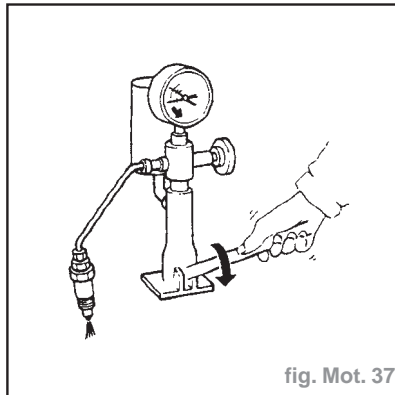

fig. Mot. 37
- Pomper lentement la poignée de l'appareil (une fois par seconde) et surveiller le manomètre (fig. Mot. 37).